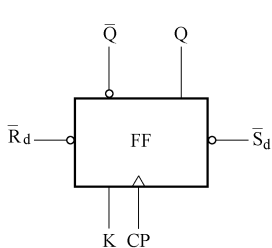

图 14-45 D 触发器电路符号
3) D 触发器。D 触发器中的 D 是英文 Delay, 意为延迟。D 触发器是在主从 JK 触发器基础上变化而来, 如图 14-45 所示是 D 触发器电路符号。